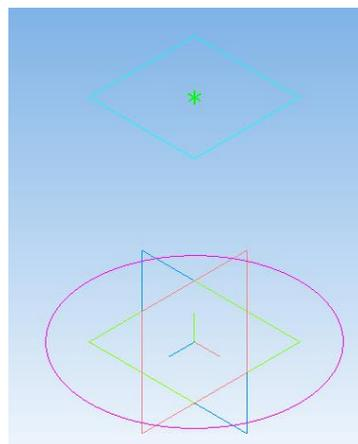

Рис. 26.
5. Выберите на Дереве модели узел **Смещенная плоскость: 1** и постройте в ней второй эскиз-сечение **Точка** – вершина конуса. Для этого на панели Геометрия выберите команду – **Точка**, в поле **Стиль строки параметров объекта** установите стиль точки – **Звезда** или **Крест**. Поставьте точку вершины конуса в начале системы координат эскиза. Завершите работу со вторым эскизом (рис. 26).